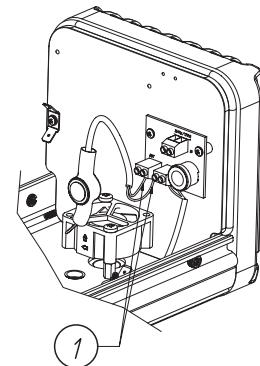
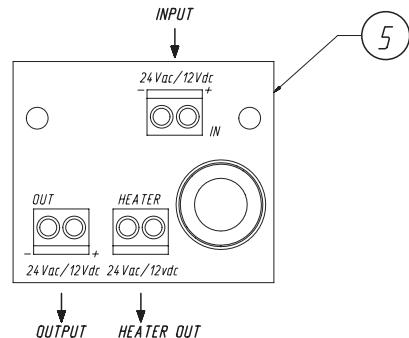

Abb. 2
Abb. 3
- Nun läßt sich das zuvor befestigte (Abb. 2) Ventilatorkabel plus Thermostat (1) an die Klemme der Trägerschaltung (5) anschließen, die sich auf der hinteren Abdeckplatte des Gehäuses befindet (Abb. 3).